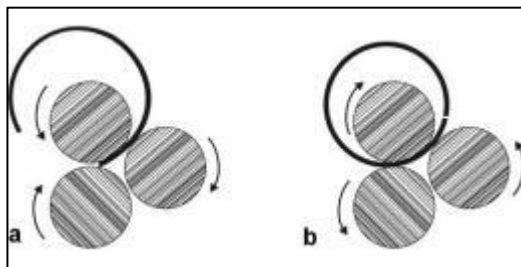

Figure 15
5. Introduisez la pièce dans la machine. s'approche de la fin (a, Figure 15), arrêtez-vous et sens inverse (b, figure 15).